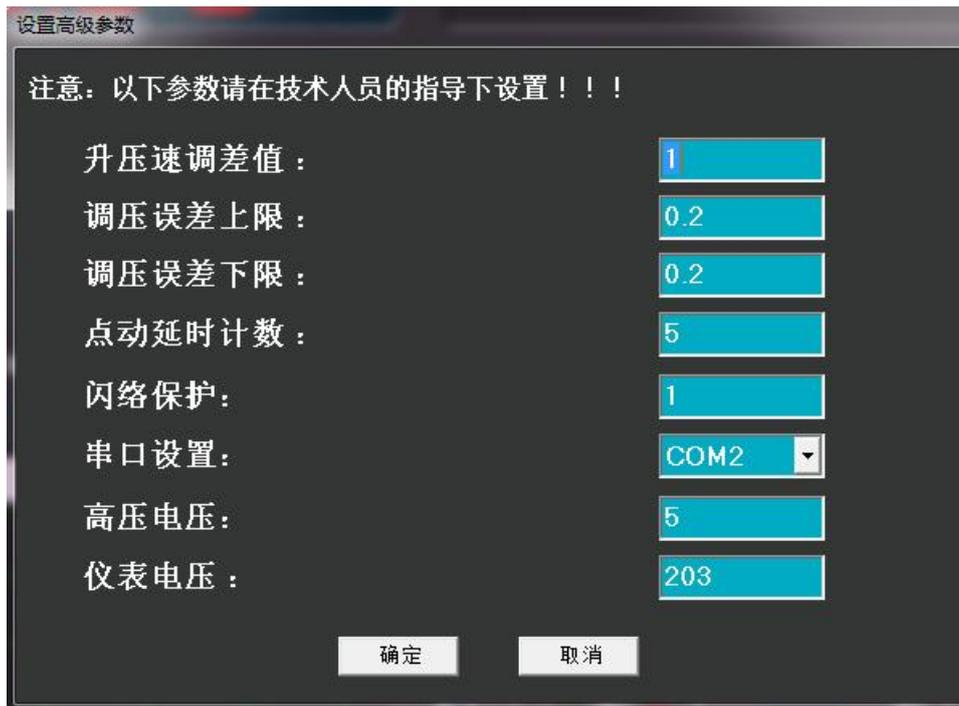

图 3
2、点击 ，根据被试品设置相应的参数，点击确定保存（点击确定后关闭当前系统界面，然后再次进入系统，设置的参数才能保存），如图 3: